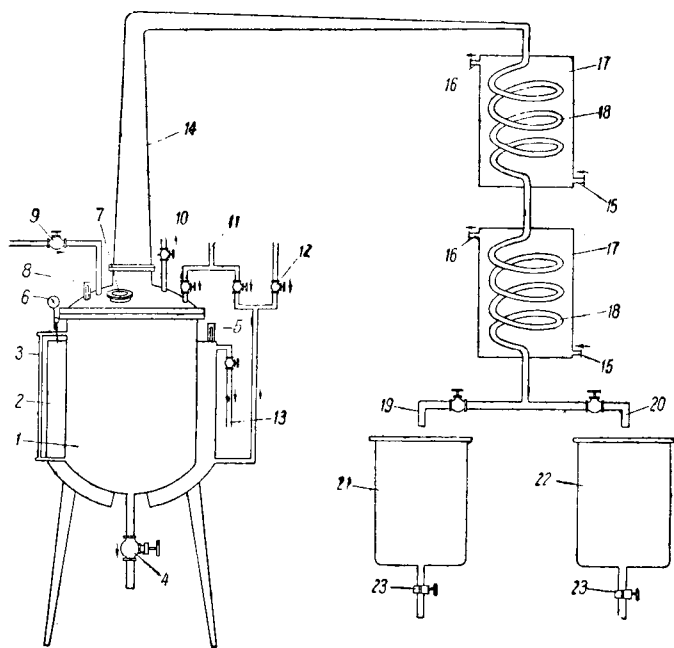

图 4
(2) 水汽蒸馏设备: 水汽蒸馏的设备包括蒸馏锅、冷凝器、粗单体贮槽(图4)。蒸馏锅尺寸为 $\phi 720 \times 780$ 毫米, 容积250升, 用铁板焊接而成, 锅旁装有液面管、出水管、锅底有残液出